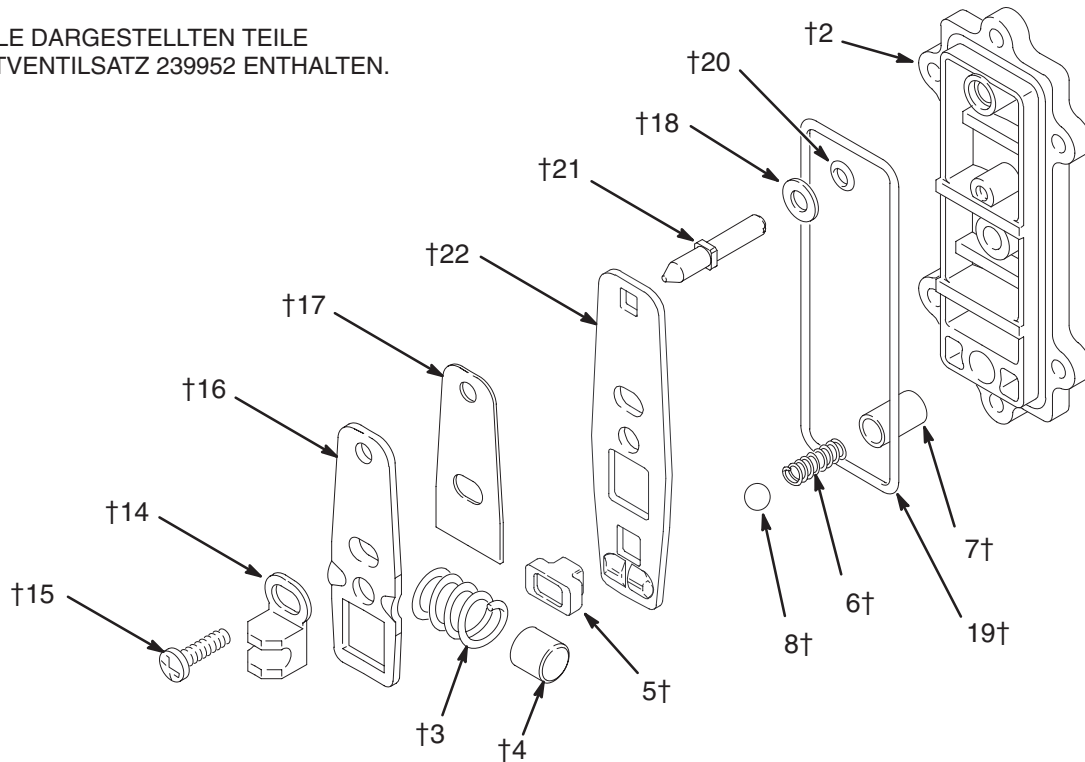

Abb. 11
3. Die Schraube (15) und den Sattel (14) entfernen. Siehe Abb. 11.
4. Den Steuerplattensatz bestehend aus der Stellplatte (16), dem Distanzstück (17), der Steuerplatte (22), der Feder (3), dem Stopp (4) und dem Ventillager (5) auseinanderbauen.
5. Die Kugel (8) und die Feder (6) entfernen. Die Hülse (7) ist mit Preßsitz eingebaut und sollte nicht entfernt werden müssen; sollte jedoch eine Hülse ausgewechselt werden müssen, so muß auch der Deckel (2) ausgetauscht werden.
6. Rückstellschaft (21), O-Ring (20) und Scheibe (18) entfernen.